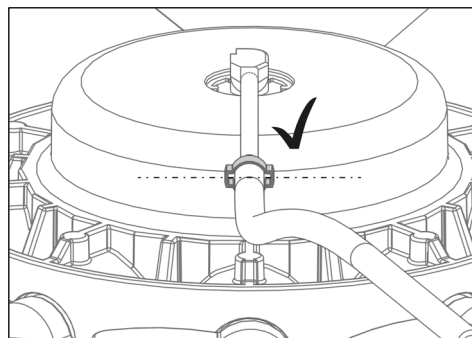

Fig. 17
- 10) Posizionare la fascetta stringitubo a 2 orecchie come illustrato nella Fig. 17 .